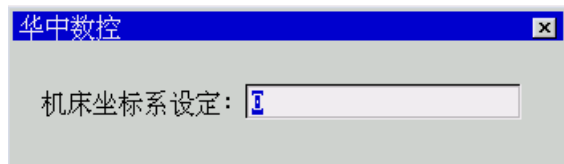

图 8.2.9 输入显示坐标系形式
- (2) 按 **Enter** 键,弹出如图 8.2.9 所示输入框；